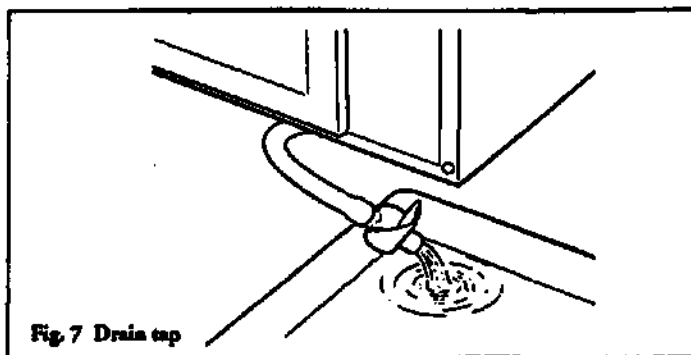

Fig. 7 Drain tap
27. The reservoir must be drained at two-weekly intervals (Fig. 7) and recharged with distilled or deionized water, or water treated by reverse osmosis process. **DO NOT USE TAP WATER.** Regular cleaning of reservoir will reduce the effects of excessive handpiece lubricant which could be detrimental to the function of the unit.
23. Стерилизация инструментов или других металлических изделий в конвертах возможна только специальной подставки, которая заказывается дополнительно (Рис.7 внизу) вместе с конвертами как указано производителем (см. Пункт 1).